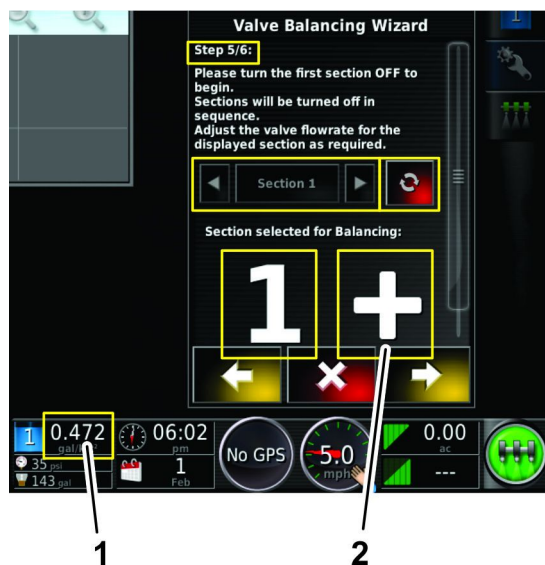

Figura 146
- A taxa de aplicação da válvula de secção está muito baixa (Figura 146).